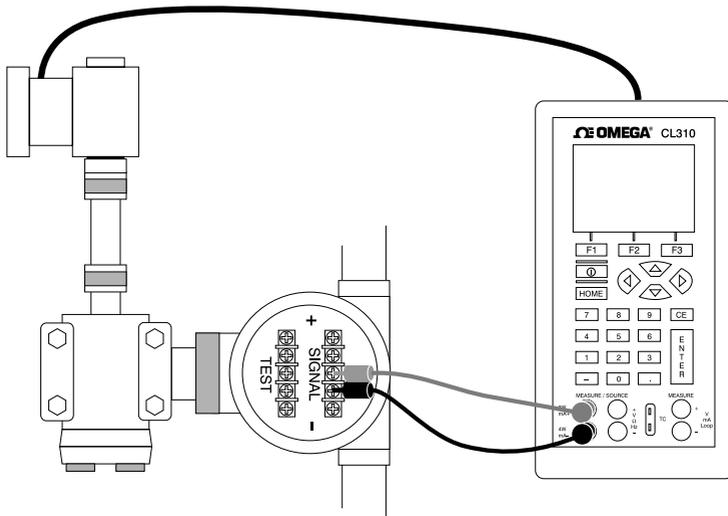

Abbildung 20. Kalibrieren eines I/P-Umformers
3. Schließen Sie den Kalibrator an das Gerät an wie in Abbildung 20 gezeigt. Der Kalibrator simuliert den Transmitterstrom und misst den Druckausgang.